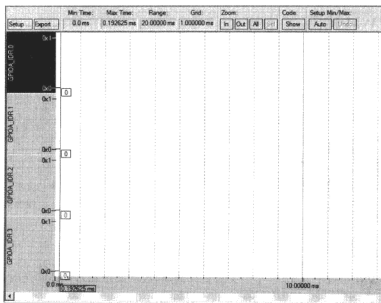

图 5.12.6 软件逻辑分析仪主界面 2
③ 单击 Setup Logic Analyzer 右上角的 New(Inser)按钮(红色的叉左边的小虚线框),进行 Logic Analyzer 信号来源的设置。本小节要跟踪的是 TIM2 的 4 个输出通道,故添加 4 个信号源,名称分别为:GPIOA\_IDR. 0、GPIOA\_IDR. 1、GPIOA\_IDR. 2 和 GPIOA\_IDR. 3。设置好后单击 close,此时 Logic Analyzer 主界面如图 5.12.6 所示。